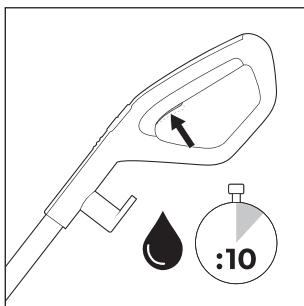
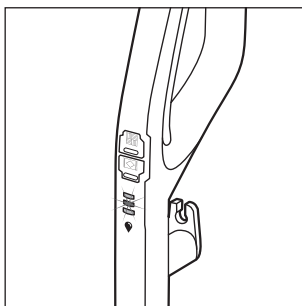

Fig. 14
Fig. 15
- ♦ Antes de cada utilização, mantenha o botão Solução detergente  **15** pressionado durante aprox. 10 segundos, a fim de preparar o rolo de escova **6** com solução detergente (ver fig. 14). O indicador de solução detergente  **12** pisca alternadamente com a cor azul, quando o botão Solução detergente  **15** é mantido pressionado (ver fig. 15).